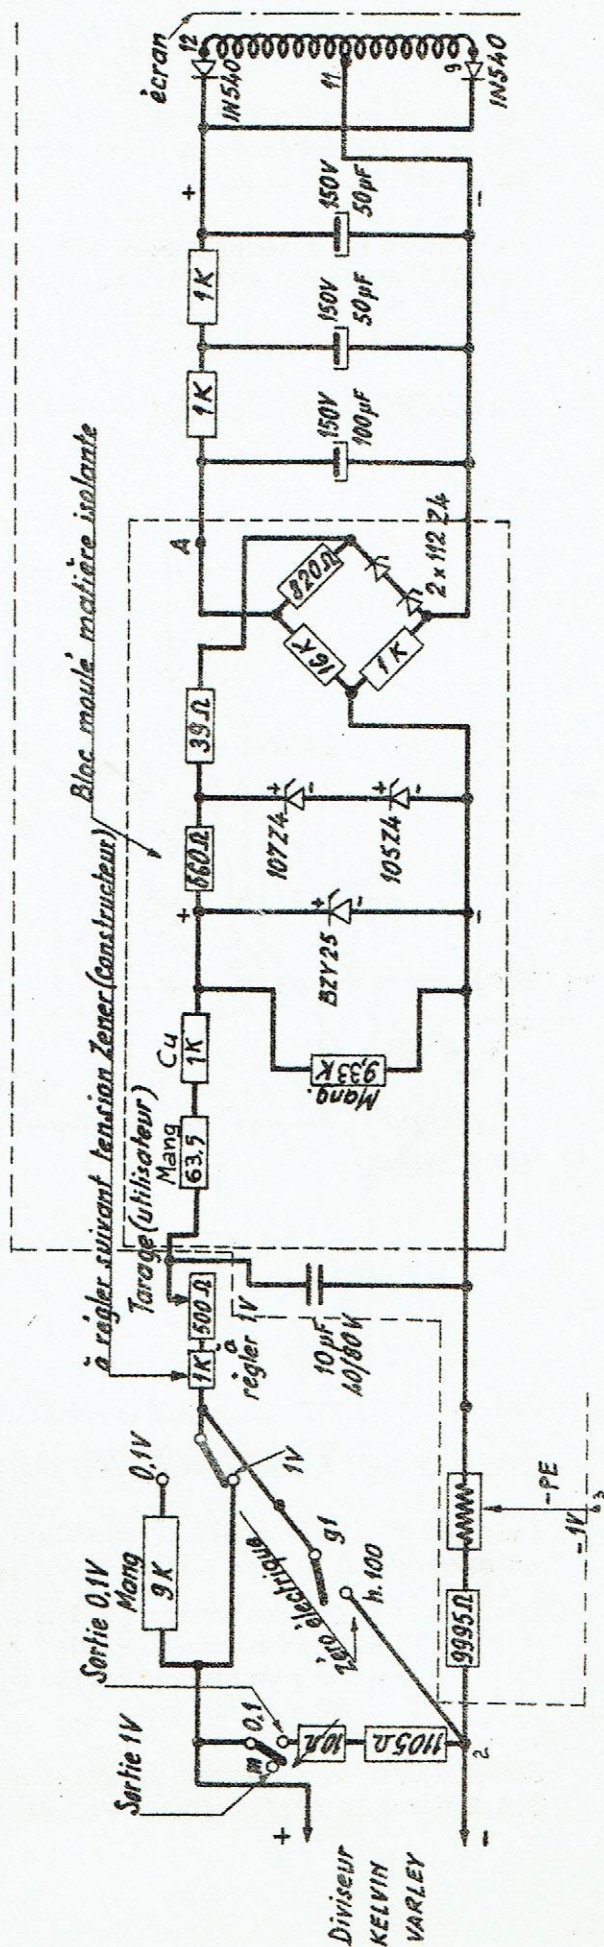

Fig.2.5 - Schéma complet de l'étalon à ZENER et des divers circuits de réglage.
- b) débit sur un réducteur comprenant en série une résistance de 9 000 Ω et une autre de 1 111,1 Ω (en réalité 1105 et une résistance réglable de 10 Ω). Cette dernière étant shuntée par le diviseur KV de 10 000 Ω (voir figure 2.5).
La tension déjà stabilisée par pont, subit encore l'effet d'un stabilisateur à deux étages (fig. 2.5) à Zener.
On remarque à la figure 2.5 que la tension redressée est filtrée d'abord par une capacité de découplage de 50  $\mu\text{F}$ , ensuite par deux cellules RC (1 k $\Omega$ , 50  $\mu\text{F}$ , 1 k $\Omega$ , 100  $\mu\text{F}$ ). Les inductances, bien qu'efficaces, ont été évitées par le constructeur pour ne pas perturber le fonctionnement de l'amplificateur de mesure sensible par un rayonnement magnétique parasite.